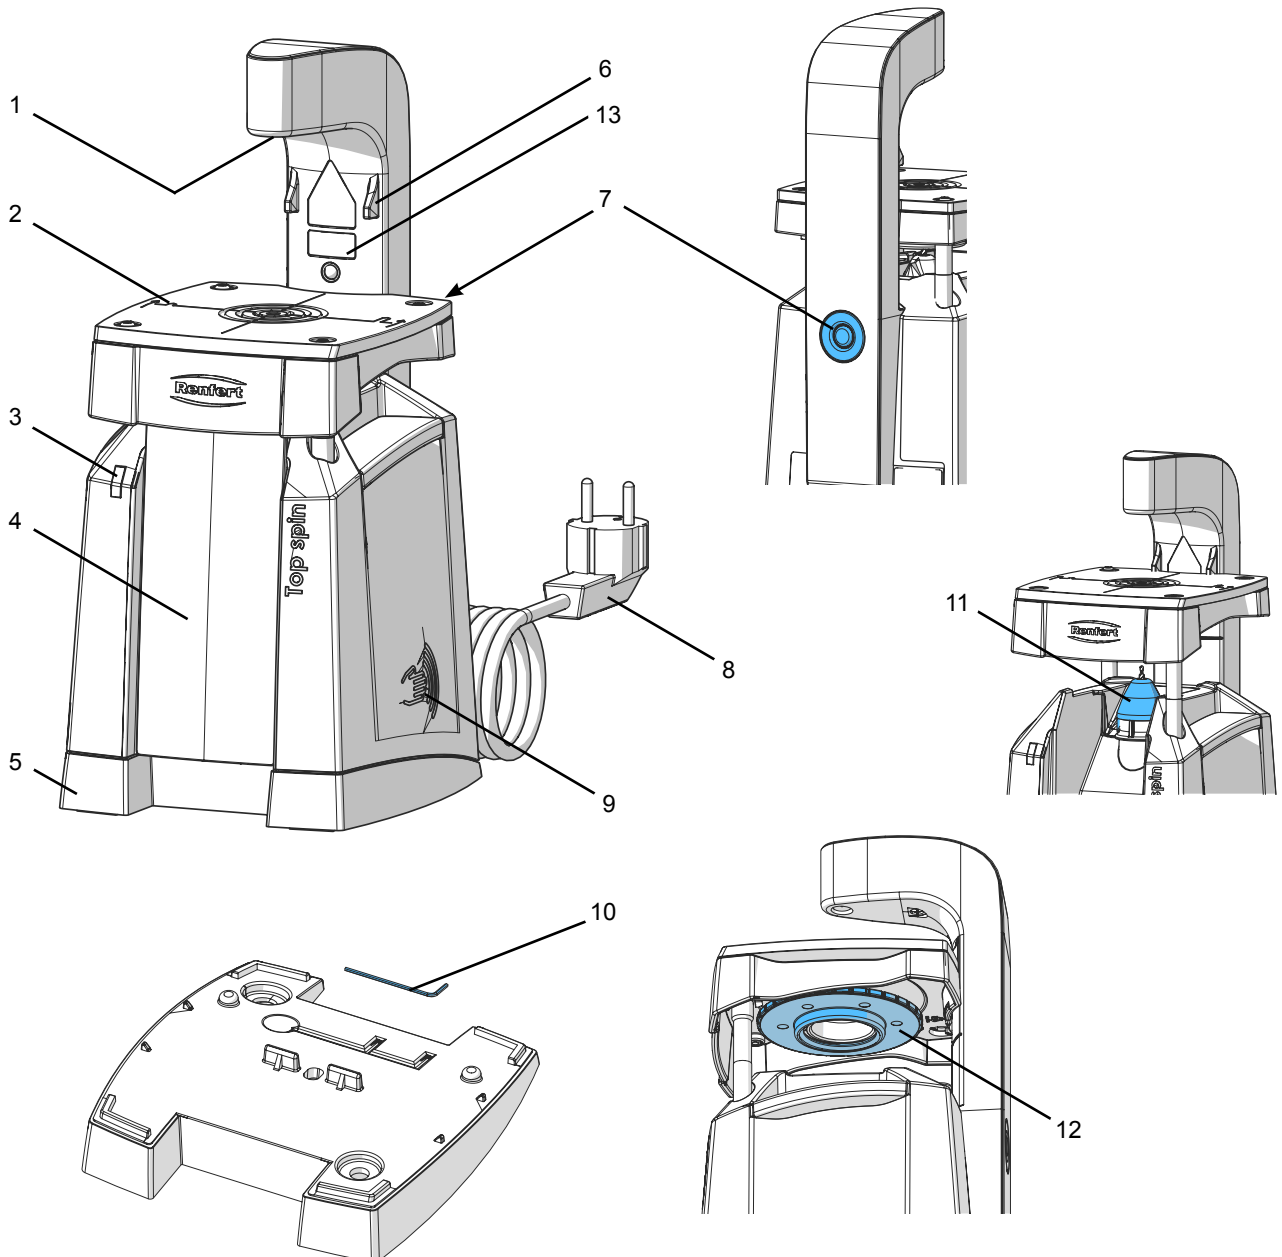

Fig. 1
- ⇒ Staccare l'indicazione di pericolo nella lingua nazionale dal kit di adesivi e applicarlo sull'adesivo che si trova sull'apparecchio (13, fig. 1).
⇒ Posizionare l'arcata sul piano di lavoro (2, fig. 1) e allineare il puntamento laser (1, fig. 1).